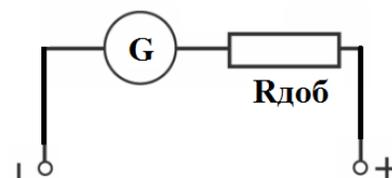

Рис. 3.
3. Вольтметр это прибор, который включает в себя гальванометр и добавочное сопротивление **R_{доб}** (рис. 3). Измеряет напряжение в вольтах (В). Пределы измерений вольтметра изменяют, изменяя величину добавочного сопротивления. Кроме стрелочных вольтметров применяют цифровые вольтметры.